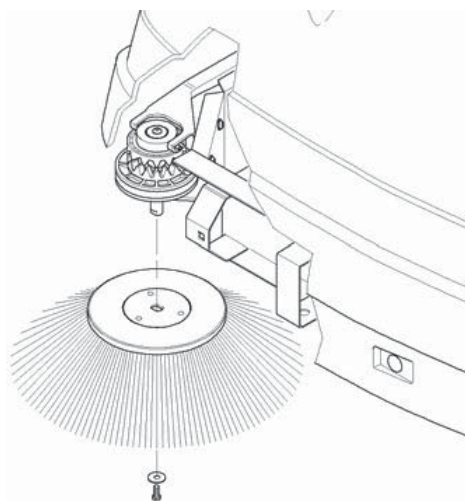

Рис. 2
- Поместите щетку на вал (рис. 2).